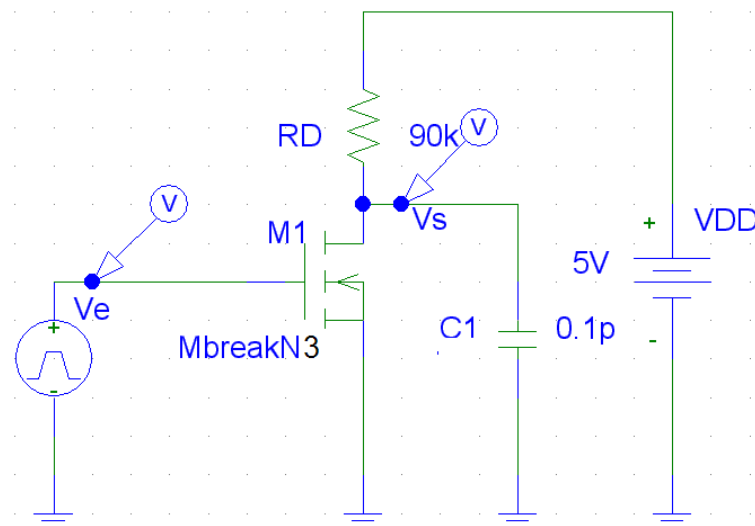

Figura 4. Inversor con condensador parásito.
1.9 Conectad un condensador de **0.1pF** entre la salida y masa (ver Figura 4). Este condensador parásito modeliza las capacidades del transistor y del cableado de salida. Variad R_D (10k, 90k, 200k) y repetir el análisis Transient anterior, visualizando la señal de entrada y salida. Observad el **retardo** de la señal de salida